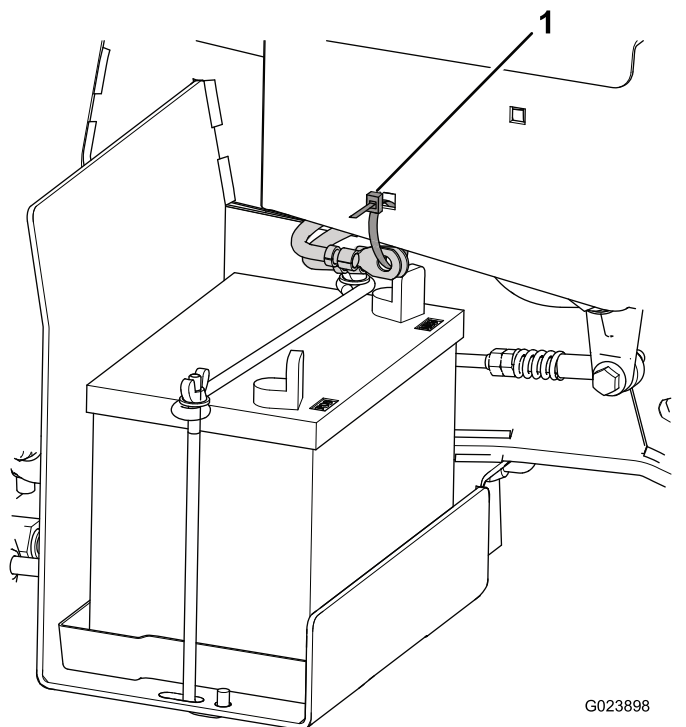

Figure 4
1. Coupez le serre-câble qui fixe les câbles de la batterie au cadre, et mettez-le au rebut (Figure 4).